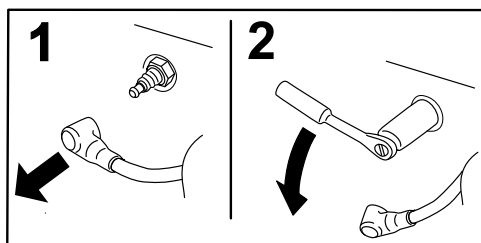

Рисунок 42
5. Отсоедините колпачки от свечей зажигания (Рисунок 42).